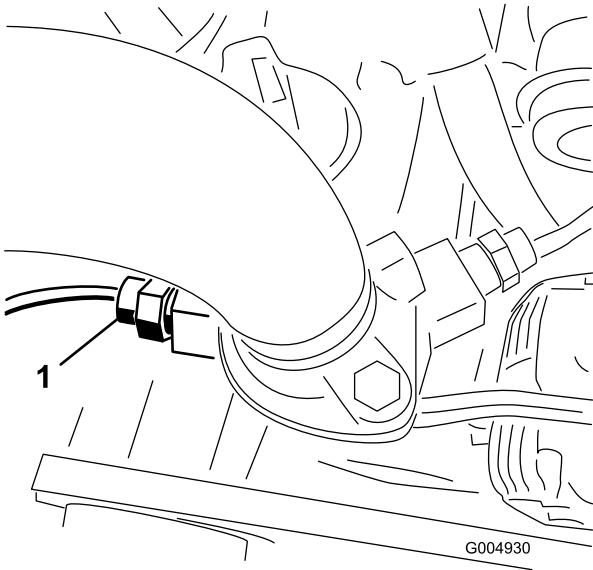

Bild 15
2. Schließen Sie das Kabel ab und nehmen den Thermostatschalter aus der linken Seite des Motorthermostatgehäuses heraus (Bild 15). Werfen Sie den Schalter weg.